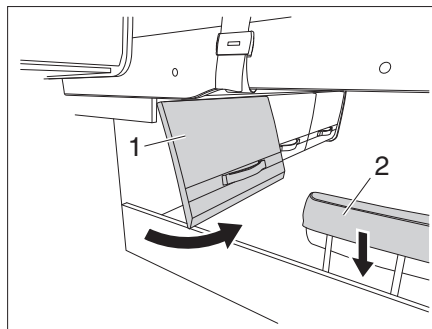

Bild 163 Staufach-Klappe und Kopfstütze
- Staufach-Klappe (Bild 163,1) öffnen.
- Kopfstütze (Bild 163,2) absenken.